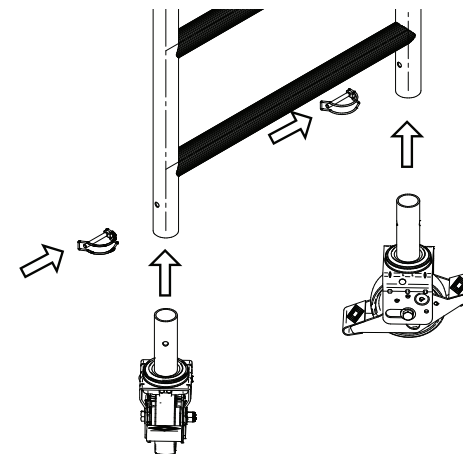

Rys. 32. Rusztowanie Levvel Solid 550
13. Kompletne rusztowanie Levvel Solid 550 ma wysokość 4,80 m mierzone od podłoża do szczytu drabiny nadstawki (Rys. 32).